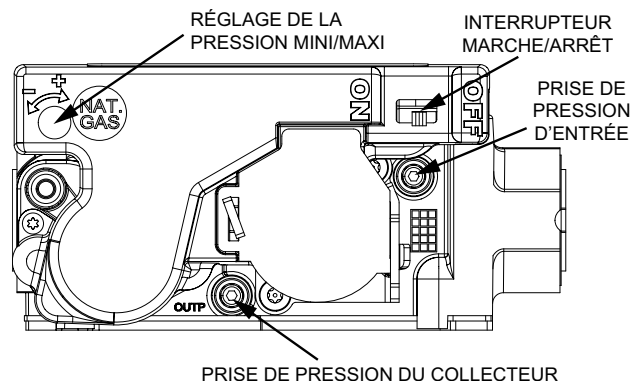

FIGURE 34
- 5 - Mettez l'interrupteur de la vanne de gaz sur **OFF/FERMÉE**. Reportez-vous à la FIGURE 33 et à la FIGURE 34.
- 6 - Attendez cinq (5) minutes pour vous assurer que tout le gaz a eu le temps de se dissiper. En cas d'odeur de gaz, **ARRÊTEZ!** Appelez immédiatement le fournisseur du gaz depuis chez un voisin et conformez-vous à ses instructions. S'il n'y a pas d'odeur de gaz, passez au point suivant.
- 7 - Mettez l'interrupteur de la vanne de gaz sur **ON/OUVERTE**. Reportez-vous à la FIGURE 33 et à la FIGURE 34.
Sur la vanne White Rodgers 36J27 (FIGURE 34), repérez la prise de pression d'entrée de 5/16" située sur le dessus de la vanne. À l'aide d'une clé hexagonale de 3/32 pouces, tournez la vis de la prise de pression de sortie d'un tour dans le sens inverse des aiguilles d'une montre. Enfilez un morceau de tuyau de 5/16" de diamètre intérieur sur la prise et acheminez-le jusqu'à l'appareil de mesure. Ouvrez la vanne manuelle d'alimentation principale.
Sur la vanne White Rodgers 36J27 (FIGURE 34), retirez le tuyau de la prise. À l'aide d'une clé hexagonale de 3/32", tournez la vis de la prise de pression d'entrée dans le sens des aiguilles d'une montre pour obturer l'orifice de pression.
Pour la pression du collecteur avec une vanne White Rodgers 36J27 (FIGURE 34), repérez la prise de pression du collecteur de 5/16" située sur le dessus de la vanne. À l'aide d'une clé hexagonale de 3/32 pouces, tournez la vis de la prise de pression de sortie d'un tour dans le sens inverse des aiguilles d'une montre. Placez un tuyau de 5/16 pouces de diamètre intérieur sur la prise et acheminez-le jusqu'à l'appareil de mesure.